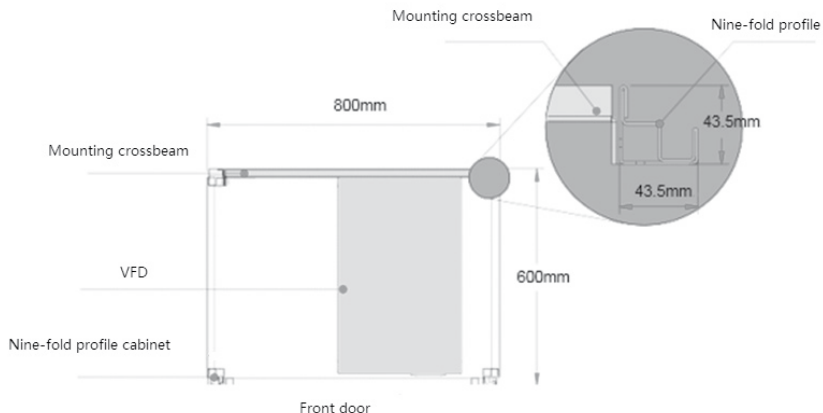

Рис. 4-11 Вид сверху крепления EFIP270-280-4-EFIP270-500-4 в шкафу
1	Установите поперечную балку для крепления ПЧ в шкаф с девятикратным профилем. (См. Рис. 4-11.)
- (1) Закрепите монтажную поперечную балку и зарезервируйте крепежные отверстия.
- (2) Рекомендуется использовать шкаф с девятикратным профилем (PS cabinet). На рис. 4-11 показан увеличенный вид поперечного сечения девятикратного профиля.